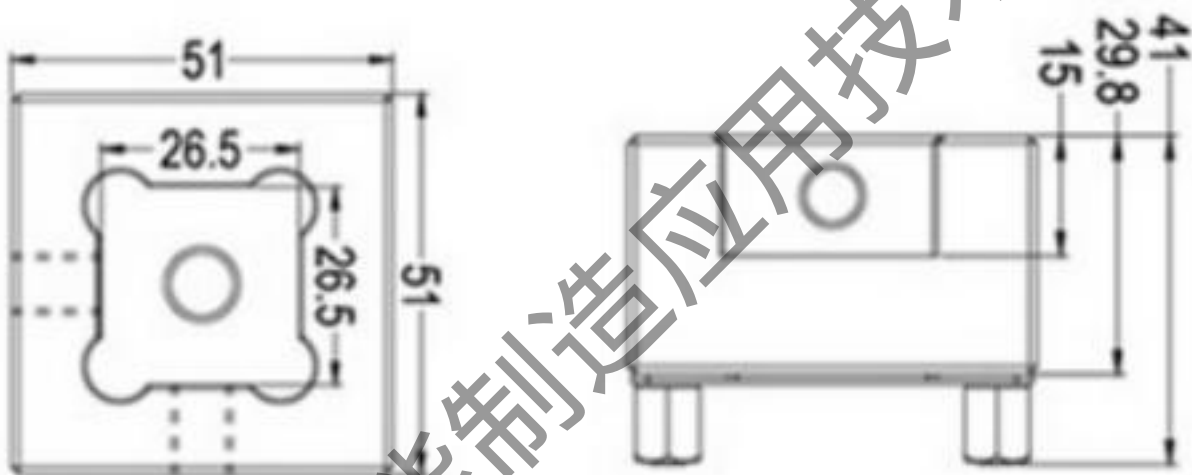
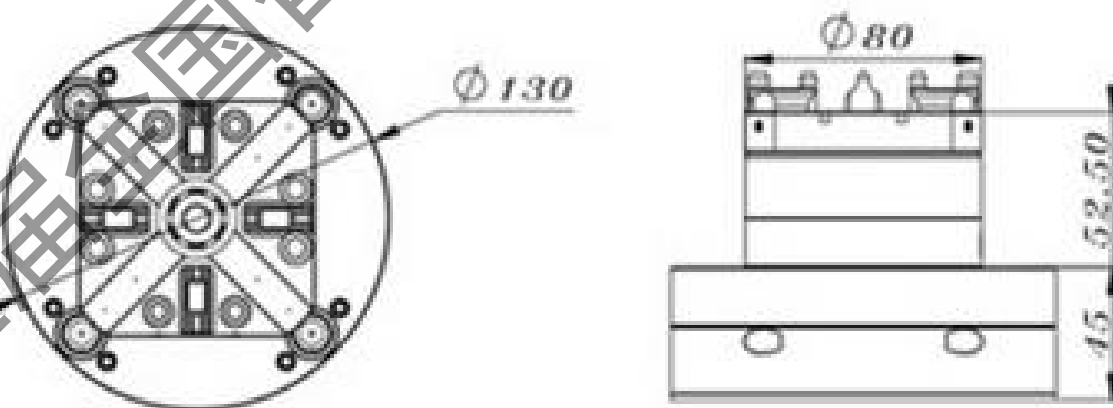

图 2 电极夹头
图 3 EDM 气动卡盘
(3) 电火花成型机的自动化夹具和升降油槽的控制与反馈信号可以直接接入机床自身的 I/O 模块，并且由机床自身来控制，其状态可以通过网络反馈给工控机；
(4) 电火花成型机能够停在原点位置并把原点状态通过网络传输给工控机；
(5) 电极夹头如图 2 所示，EDM 气动卡盘如图 3 所示。